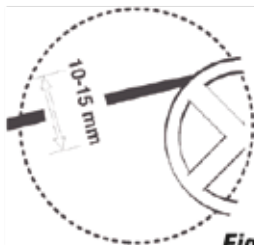

Fig. 2
- Verifique la tensión de la banda. Esta debe tener un rango de juego entre 10 y 15 mm cuando se jala con los dedos. (Fig. 2)